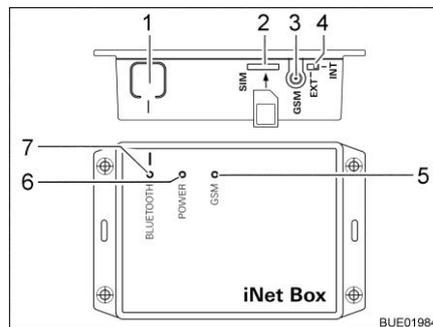

Fig. 230 Truma iNet-Box
- Pulsar la tecla BLUETOOTH (Fig. 230,1) en la iNet-Box por 1 segundo. La Truma iNet-Box estará visible por aprox. 2 minutos en el terminal móvil (nombre: "Truma iNet-Box"). Durante este intervalo, el LED BLUETOOTH azul (Fig. 230,7) estará parpadeando.
- Insertar la tarjeta mini SIM con número de teléfono propio y suficiente crédito cuidadosamente en la ranura (Fig. 230,2) de la Truma iNet-Box del modo mostrado hasta que engatille. El LED GSM rojo (Fig. 230,5) deberá parpadear de manera permanente. Si el LED rojo se apaga después de 20 segundos: Controlar la tarjeta mini SIM.